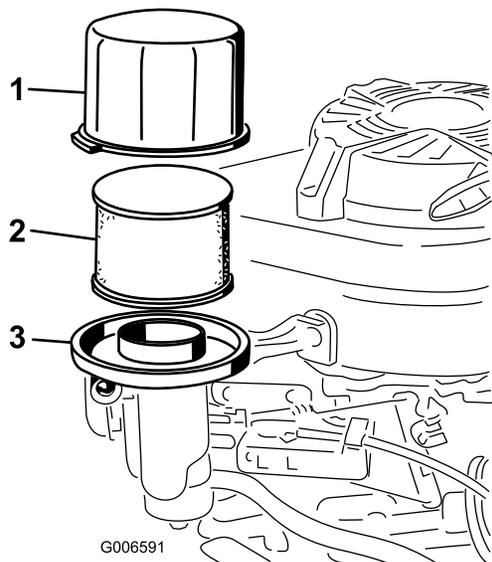

Figure 26
3. Déposez le couvercle et nettoyez-le soigneusement (Figure 26).
4. Déposez le préfiltre en mousse et l'élément en papier (Figure 26).
5. Retirez le préfiltre en mousse de l'élément en papier (Figure 26), et remplacez l'élément en papier s'il est très encrassé.
6. Inclinez la machine, filtre à air en haut, pour vidanger l'huile dans le bac de vidange (Figure 26).